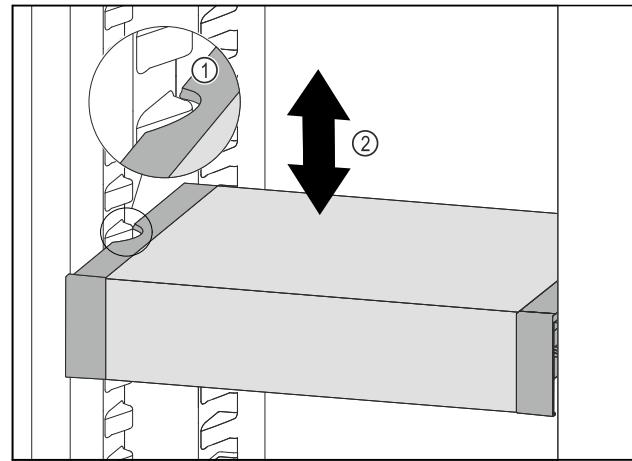

Fig. 88
- Trageți în față VarioSafe, până când degajările laterale ale VarioSafe se află la înălțimea nervurii recipientului din frigider. Fig. 88 (1)
- Mișcați în sus sau în jos VarioSafe în frigider, până când este atinsă înălțimea dorită. Fig. 88 (2)